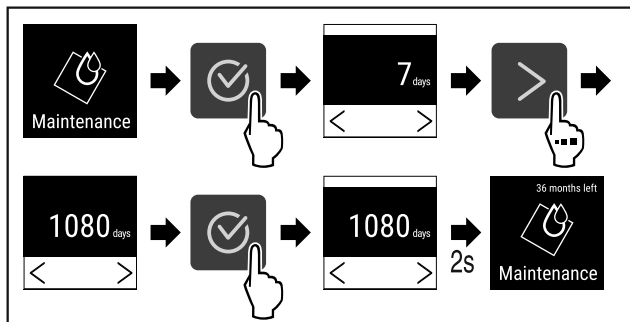

Fig. 69
- ▶ Proved'te akční kroky (viz Fig. 69).